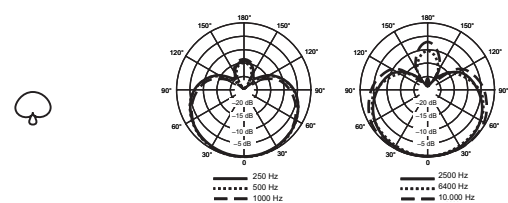

ABBILDUNG 5. TYPISCHE SUPERNIERENCHARAKTERISTIK
**Superniere.** Die schmalere Richtcharakteristik bietet bessere Unterdrückung außeraxialer Schallquellen und maximale Rückkopplungssicherheit. Die Supernierencharakteristik ist ideal für laute Umgebungen oder Beschallungen, bei denen mehrere Tonquellen in unmittelbarer Nähe voneinander liegen. Siehe Abbildung 5.